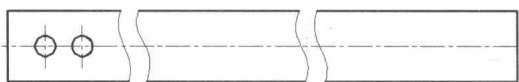

图 1.1.10 绘制两个圆
(4) 将图层切换至“轮廓线层”。
(5) 绘制图 1.1.10 所示的两个圆。